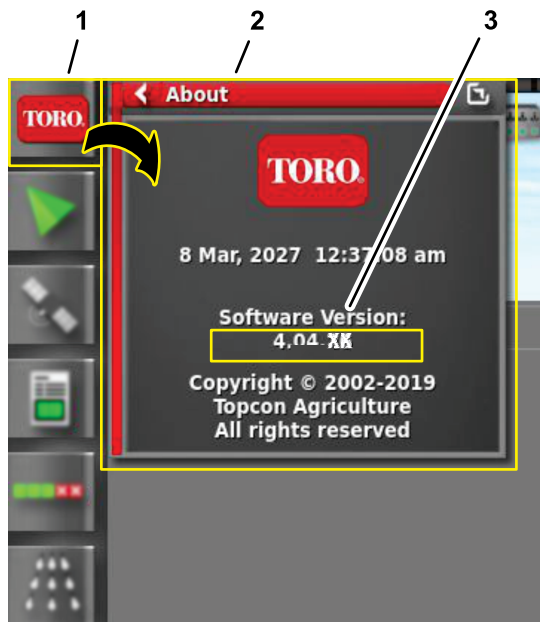

Figura 19
2. Pulse el icono ACERCA DE (Toro) en la esquina superior izquierda de la consola de control (Figura 19).